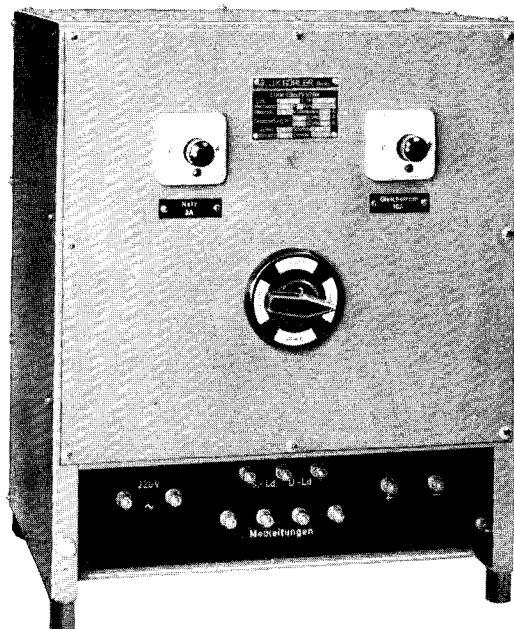

Abb. 15: Ladegleichrichter
42. Der Ladegleichrichter ist in Abb. 15 dargestellt. Das Aufbaugesstell ist aus Winkeleisen und Blechplatten hergestellt. Es steht auf vier runden Füßen. Die Verkleidungsbleche sind